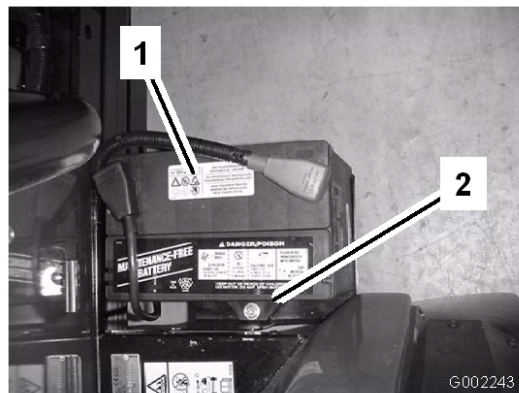

Figura 46
2. Retire el dispositivo de sujeción de la batería y los herrajes (Figura 46).
3. Instale el dispositivo de sujeción de la batería, fijándolo con los herrajes que retiró anteriormente (Figura 46).